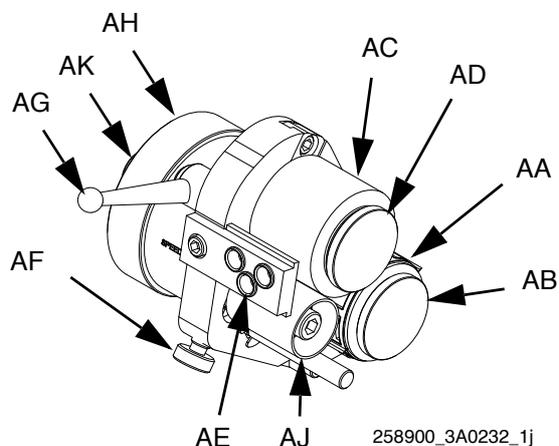

Рис. 11
Подробное обозначение деталей см. на Рис. 11 на данной странице и иллюстрацию деталей режущего механизма на стр. 56.
4. Нажмите и удерживайте кнопку блокировки двигателя (AK) во избежание вращения картриджа для лезвий (AA), затем вдавите и поверните крышку картриджа для лезвий (AB) на 90 градусов против часовой стрелки, чтобы снять ее. См. Рис. 11.
5. Снимите картридж для лезвий с крепления (5). В случае необходимости используйте острый стержень в качестве вспомогательного инструмента при снятии картриджа для лезвий.